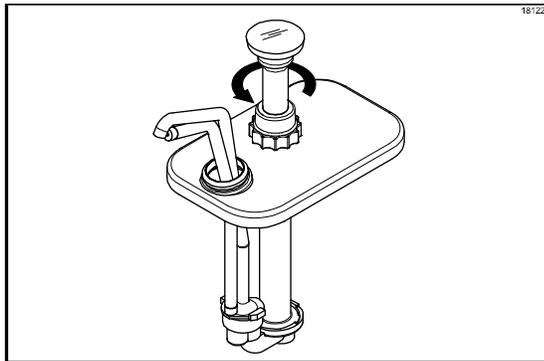

Figura 72
3. Separe el conjunto del émbolo del cuerpo de la bomba girando la tuerca del émbolo en sentido contrario al de las manecillas. (Vea la figura 72).